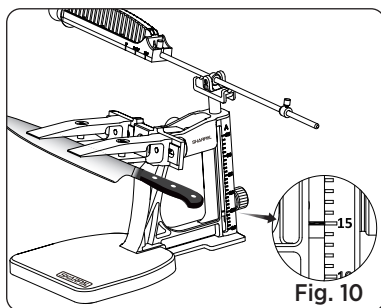

Fig. 10
4. Vrid på vinkelåsknappen för att flytta stödstången uppåt eller nedåt tills den röda linjen är i linje med önskad vinkel på skalan. (Se Fig. 10) Dra sedan åt vinkelåsknappen ordentligt.